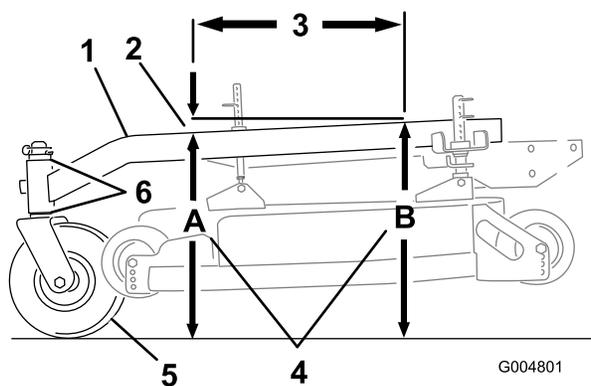

Figura 56
El bastidor de tiro debe tener una inclinación longitudinal de entre 3 mm y 9 mm a lo largo de 61 cm (Figura 56).
- Mida 61 cm en el bastidor de tiro (Figura 56).
- Mida la altura del bastidor de tiro en la posición **A** (Figura 56).
- Mida la altura del bastidor de tiro en la posición **B** (Figura 56).
- La altura en la posición **A** debe ser de 3-10 mm menor que la de la posición **B** (Figura 56).
- Si la inclinación del bastidor de tiro no es la correcta, mueva los espaciadores de las ruedas giratorias para obtener una inclinación de 3-10 mm (Figura 56). Mueva espaciadores desde arriba o desde abajo para obtener la inclinación correcta.